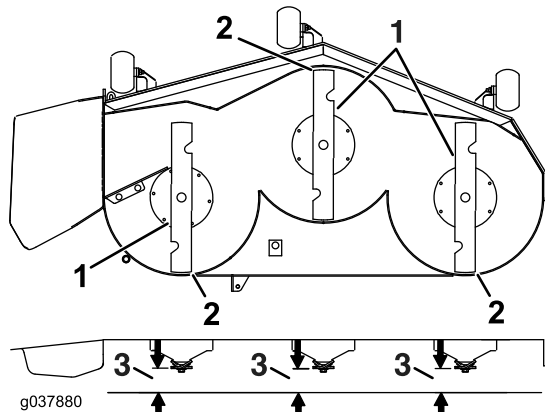

Figure 86
7. Vérifiez l'inclinaison avant/arrière des lames (Figure 86). Vérifiez que la pointe avant de la lame est plus basse que la pointe arrière, comme montré dans le tableau de hauteur de cale et d'inclinaison. Si un réglage est nécessaire, poursuivez cette procédure.